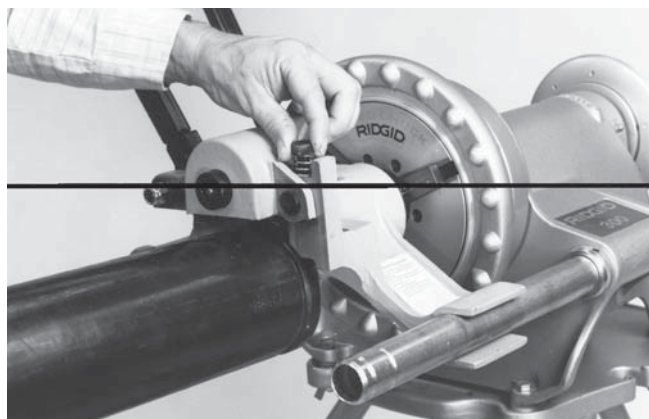

Рисунок 11 – Затяните винт регулировки глубины
3. Затяните винт регулировки глубины на количество оборотов, указанное в таблице Б (рисунок 11).